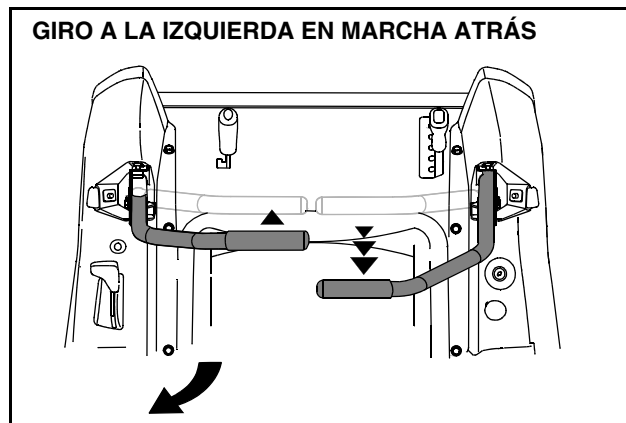

Figura 16
- Para girar a la izquierda mientras se desplace marcha atrás, mueva la palanca de control del lado izquierdo hacia adelante respecto de la palanca derecha. Vea Figura 16.